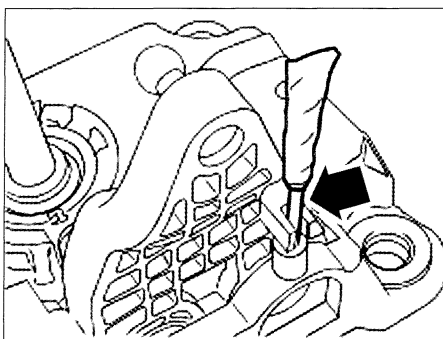

FIG. 12
- Colocar la palanca de velocidades en punto muerto y apretarla en esta posición con un pasador de $\varnothing 3$ mm (por ejemplo, una broca) (fig. 12).